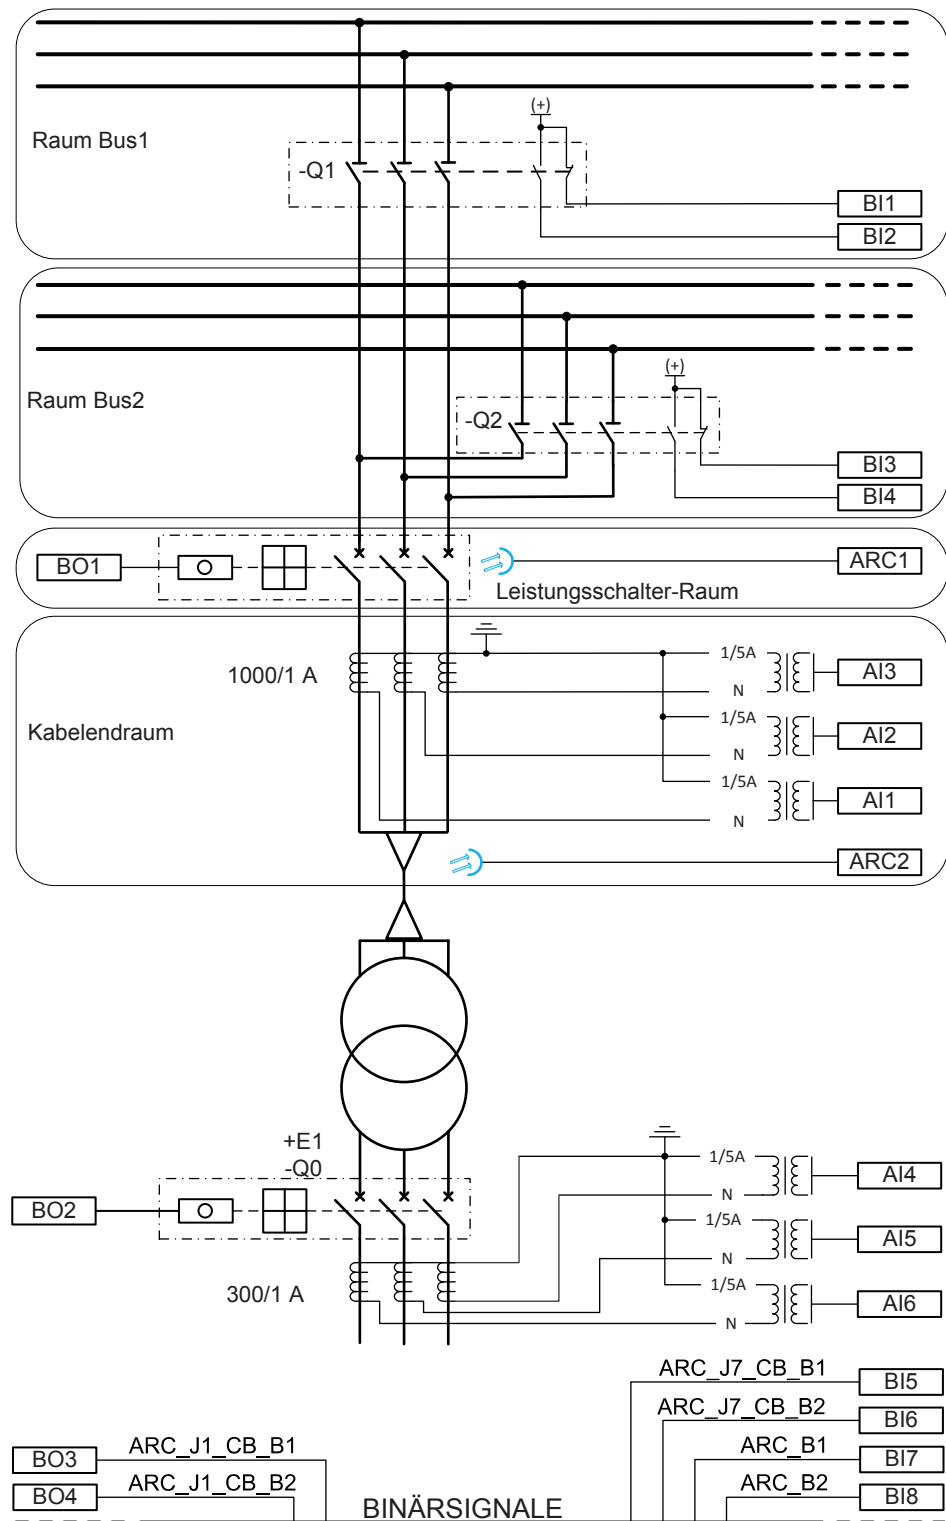

Abb. 64: Anschluss Schaltbild für den Einspeiser +J1
Abbildung 64 zeigt die Binäreingänge (BI), Binärausgänge (BO), analoge (AI) Eingangssignale und ARC-Eingänge.